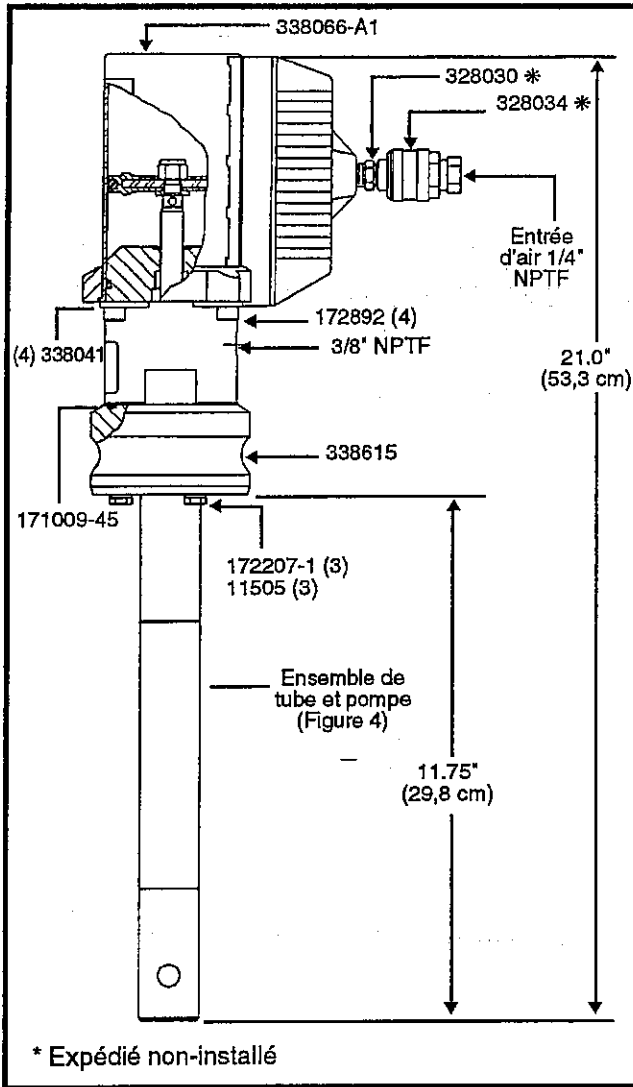

Figure 2 : Pompe haute pression modèle 9630
2. Enlevez quatre vis 171892 et quatre contre-écrous 338041 raccordant l'ensemble de moteur pneumatique 338066-A1 au boîtier de pompe (Figure 2 ou 3).